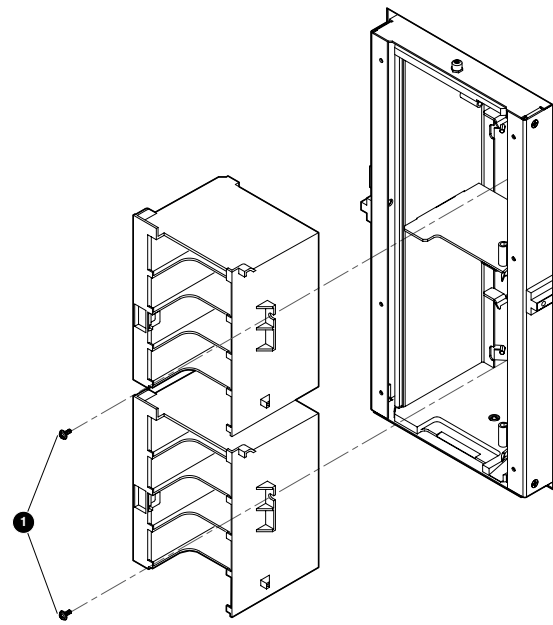

Figure 6 : Fixation du casier de chargement
4. Fixez le casier de chargement fixe dans le port de chargement au moyen des vis ① fournies dans le kit de mise à niveau (voir figure 6).
3. Desserrez les vis qui assurent la fixation des casiers de chargement supérieur et inférieur. (Voir figure 6).